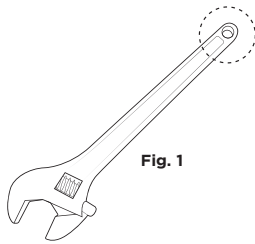

Fig. 1
2. For attachment to tools with a captive hole or handle engineered hole into the tool [fig. 1], locate the tools connection point and slide the Tool Tail™ through the captive hole or handle and feed the d-ring end back through the loop choking it onto tool pulling it tight to remove slack. Snug barrel lock down if applicable.
- Para acoplarlas a herramientas con un orificio cautivo o con un agujero en el mango [fig. 1], localice el punto de conexión de las herramientas y deslice la Tool Tail™ por el orificio cautivo o mango e introduzca el extremo del anillo en forma de D por el lazo, anudándolo sobre la herramienta y tirando de él para que no haya holgura. Si corresponde, apriete el seguro en forma de cilindro.